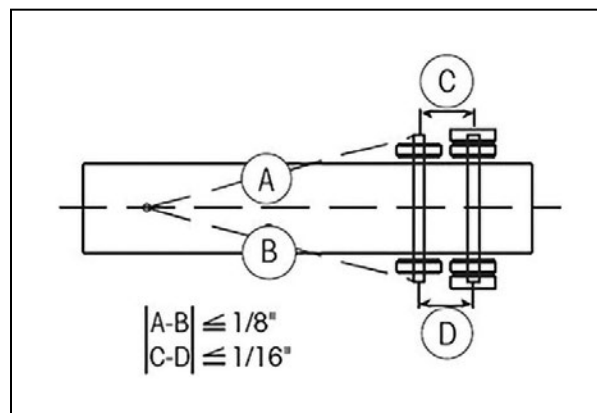

Figure 29 – Schéma de mesure
4. Mesurer les distances « A » et « B » entre le pivot d'attelage et l'essieu avant comme sur la Figure 29 plus bas. Ces distances doivent être les mêmes à 3,2 mm (1/8 po) près. Après avoir réglé la géométrie de l'essieu avant par rapport pivot d'attelage, régler celle l'essieu central par rapport à l'essieu avant, puis celle de l'essieu arrière par rapport à l'essieu central.
Le gabarit illustré à la Figure 29 simplifie la mesure de la distance « C » et « D » entre les essieux. Ce gabarit peut être fait avec un bout de tige de forage ou des raccords de tuyauterie. Les matériaux et les particularités n'ont aucune importance, pourvu que les parties soient rigides et droites. Les axes pointeurs du gabarit doivent être parallèles et retenus sur le même plan.